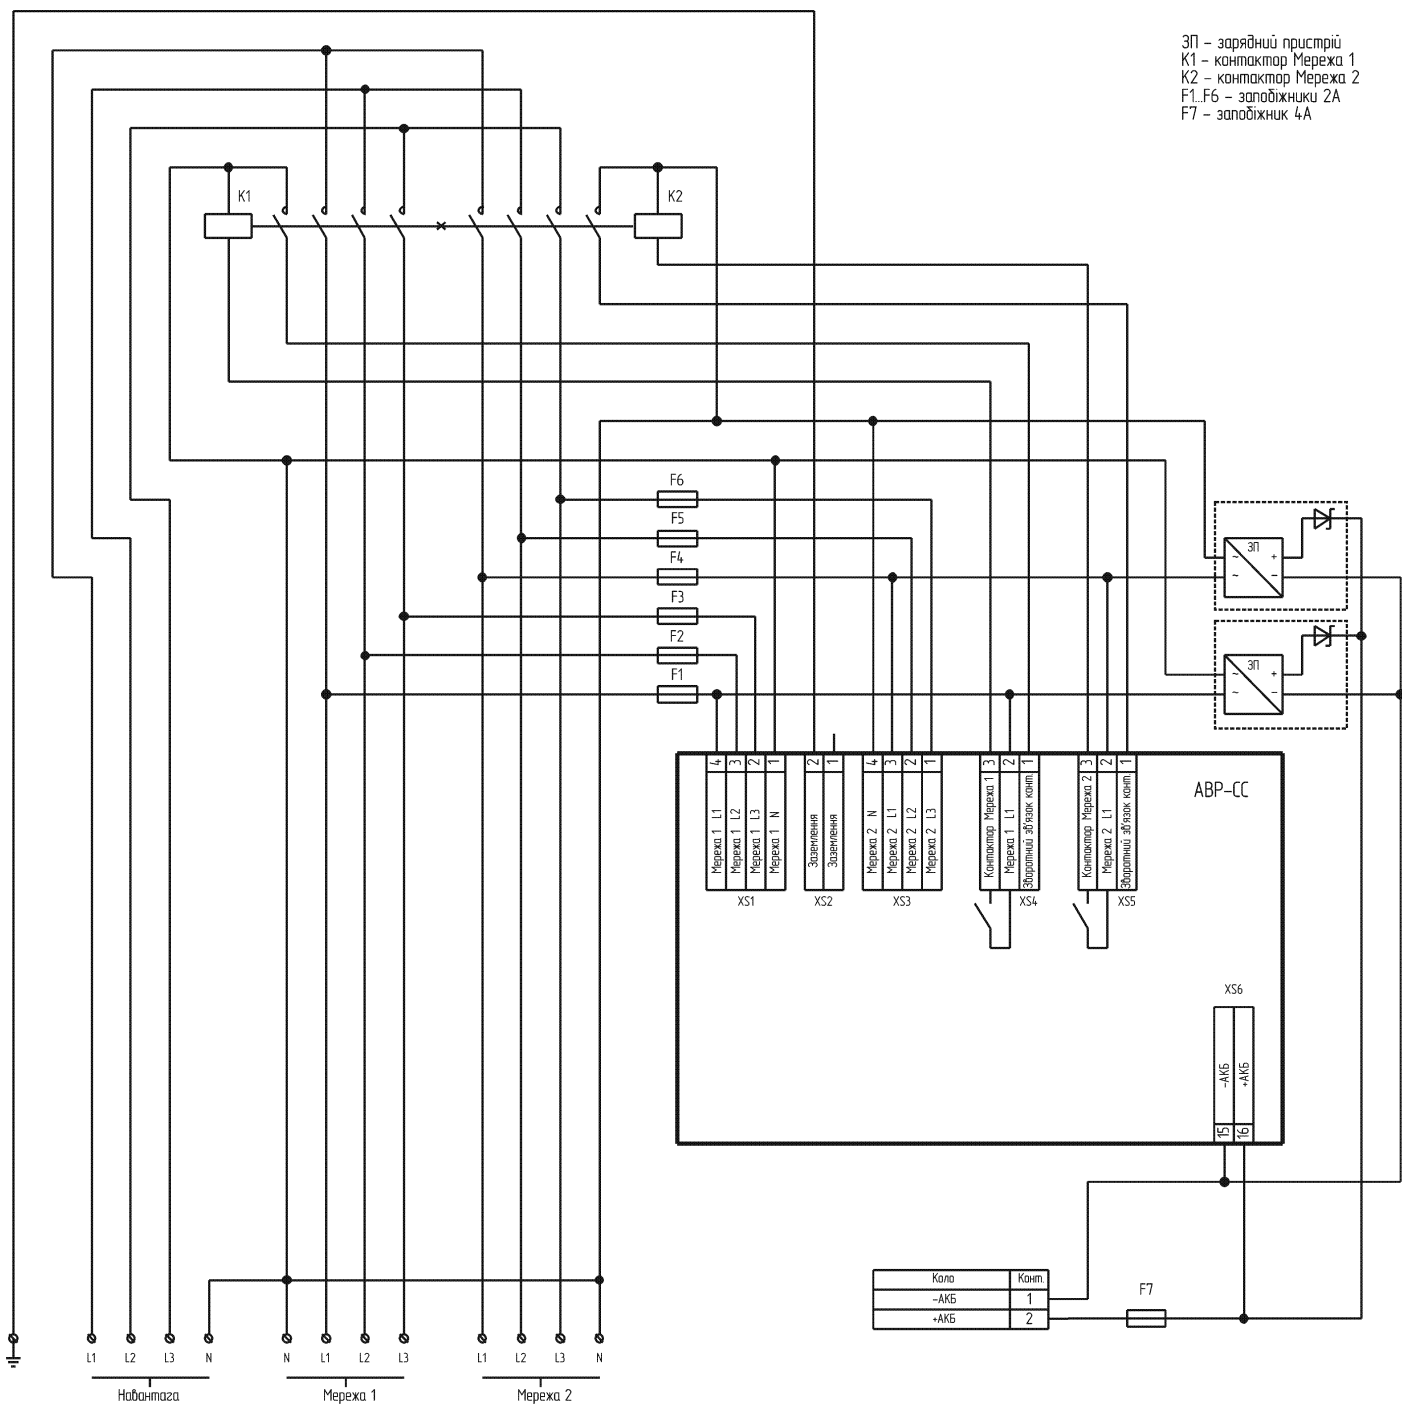

Рис. 6.2 – Схема підключення контролера для конфігурації AVR33
6.2.1 Роз'єми XS1 – XS7 для підключення контролера розташовані з двох сторін корпусу контролера (рис. 6.1). Призначення контактів роз'ємів представлено табл. 6.1 – 6.7. Підключення зовнішніх електричних кіл до контролера здійснюється згідно з рекомендованими схемами підключення (рис. 6.2 – 6.4). Обов'язково використовуйте запобіжники, вказані на схемах. Підключення до роз'ємів XS1 – XS5 обов'язково повинні виконуватися окремими кабелями. Для нормальної роботи функції контролю обриву нейтрального дроту має бути підключене заземлення до роз'єму XS2.